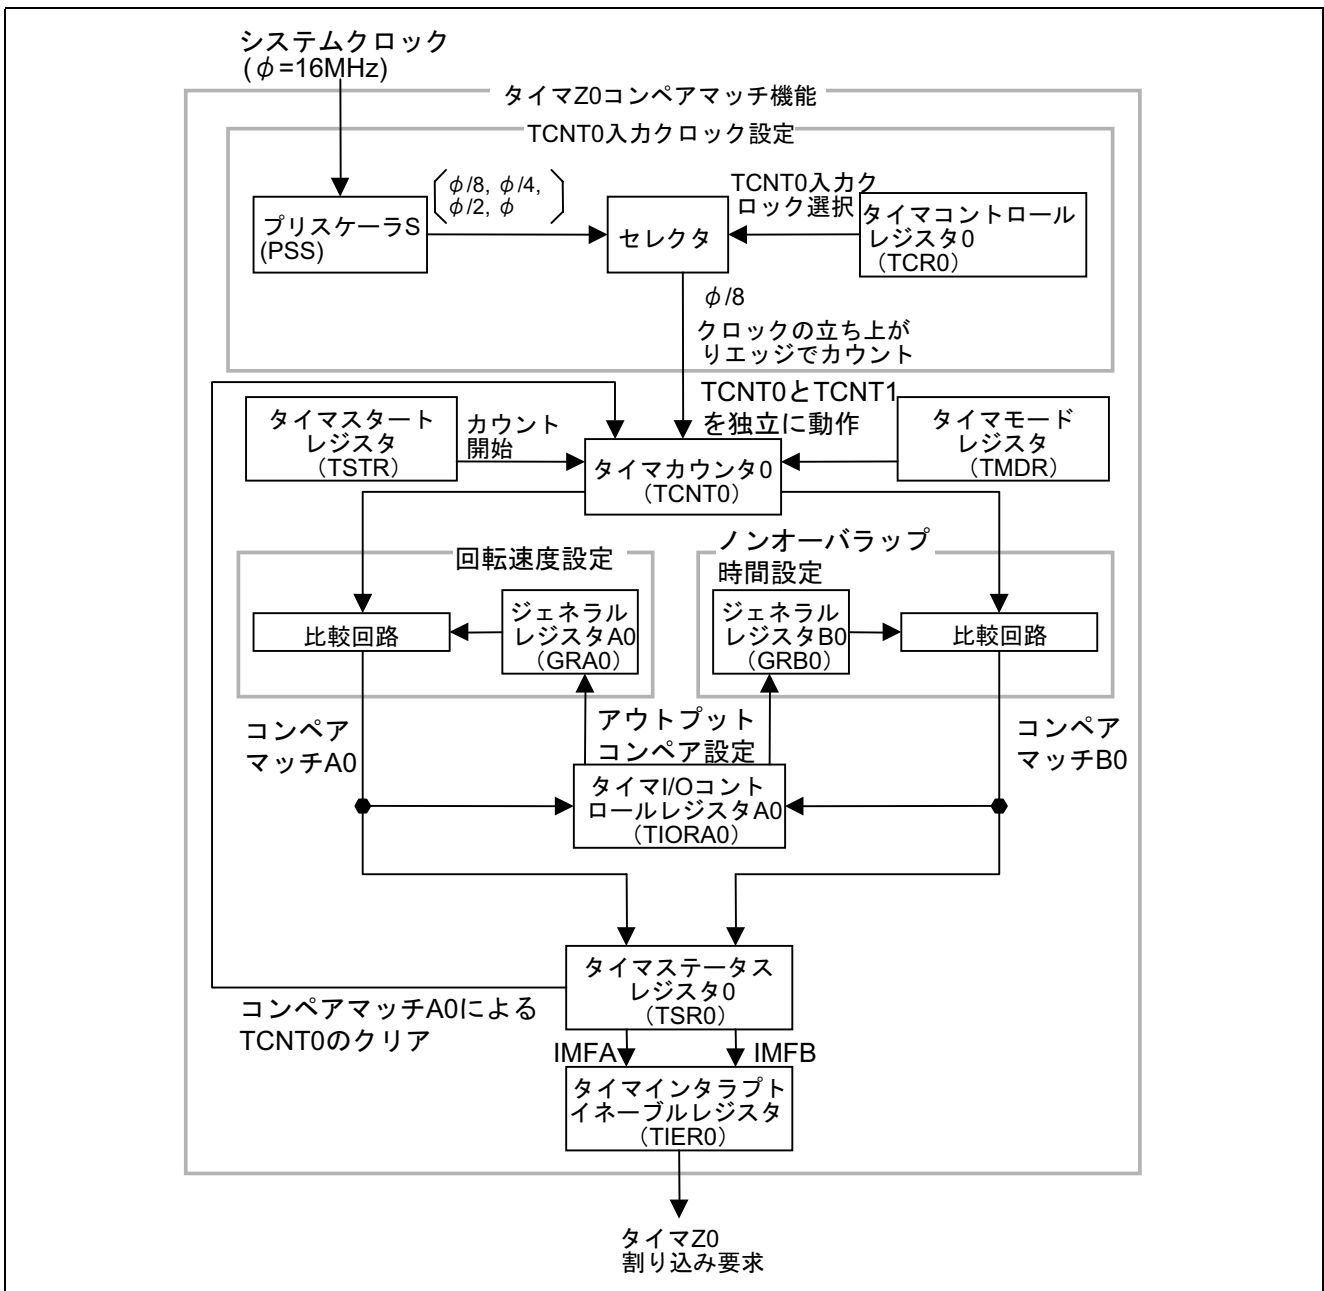

図3 タイマ Z0 のブロック図
2.3 タイマ Z は、アウトプットコンペア機能、インプットキャプチャ機能を内蔵した 16 ビットの多機能タイマです。本タスク例では、タイマ Z のアウトプットコンペア機能を使用します。タイマ Z のブロック図を図 3 に示します。以下にタイマ Z 機能のブロック図について説明します。